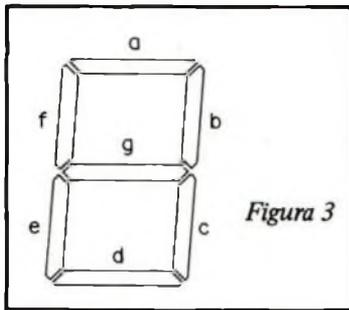

Figura 3
- Para a informação de entrada 1010, corresponde ao 10 decimal, surge no mostrador apenas o segmento "g" (vide figura 3) que é visualmente interpretado como o sinal "menos" (—).